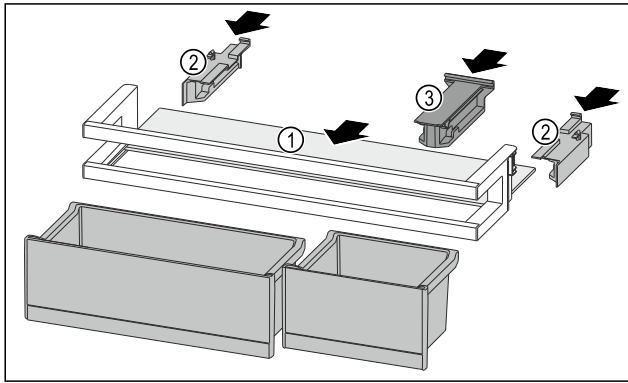

Fig. 91
- ▶ Odlagalno polico Fig. 91 (1) vstavite v stranske utore.
- ▶ Vstavite stranske dele Fig. 91 (2).
- ▶ Vstavite držalni del Fig. 91 (3).